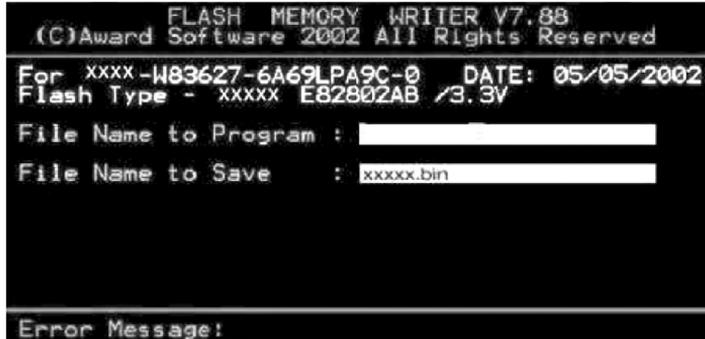

图 3-36 输入扩展各对话框界面
2) 在执行菜单的空白处输入 xxxx. BIN 文件名。程序将自动显示出下载的 xxxx. BIN 文件的 BIOS 类型及 BIOS 版本。且会在屏幕下方提示：“Do You Want To Save Bios? 【Y/N】”。此时选择“Y”，即会显示如图 3-36 所示对话框。在对话框中的“File Name to Save”后的空白处输入一个 BIOS 文件的扩展名。AWDFLASH 程序即以输入的文件扩展名，来保存主板当前使用的 BIOS 版本到硬盘中，并自动完成 BIOS 新旧版本对比校验。